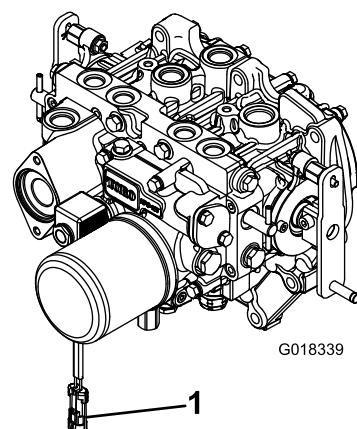

Figure 3
2. Pour éviter tout engagement accidentel de l'embrayage de PDF, débrancher le connecteur du faisceau de câblage du connecteur de la bobine d'électrovanne de PDF (Figure 3).
8. Après avoir accouplé l'autre extrémité de l'arbre d'entraînement à l'arbre de réducteur de l'accessoire, branchez le connecteur du faisceau de câblage au connecteur de la bobine d'électrovanne de PDF (Figure 3).